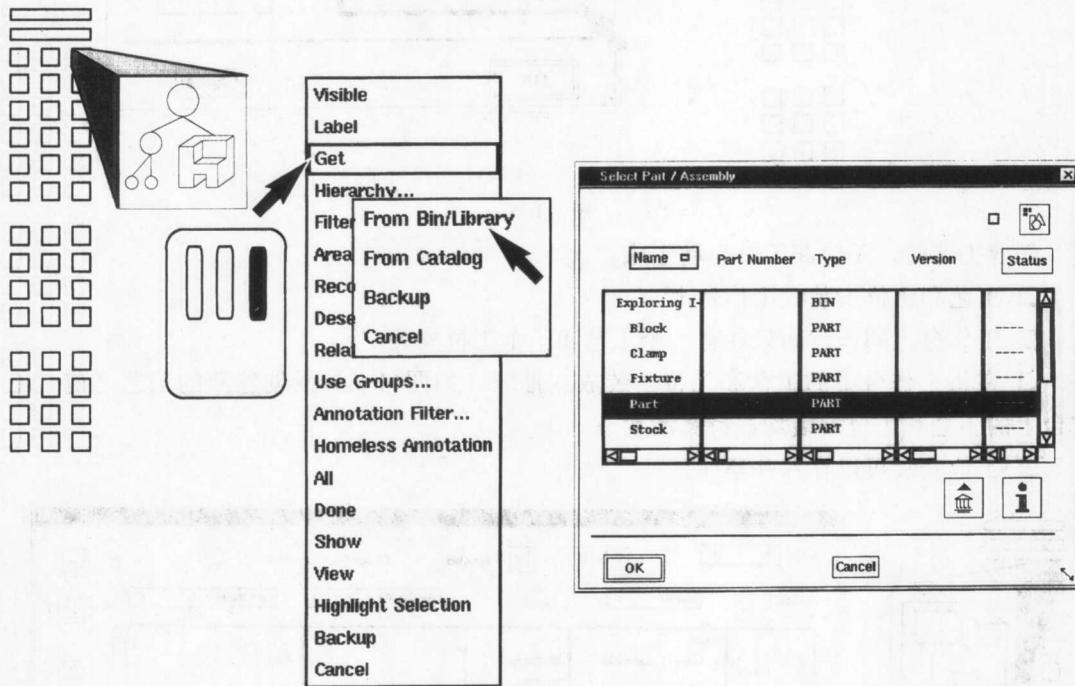

图 1-7
可从共享库取出工件给工位安装或创建工件给工位安装。如图 1-7 所示, 用 1-1-3 **添加 (Add)** 图标给工位安装添加工件, 有两种方法:
□ 如果工件在抽屉中, 在**选择工件/装配部件 (Select Part/Assembly)**对话框中加亮该工件 (如图 1-7 所示), 其虚拟件就被添加到工位安装中。